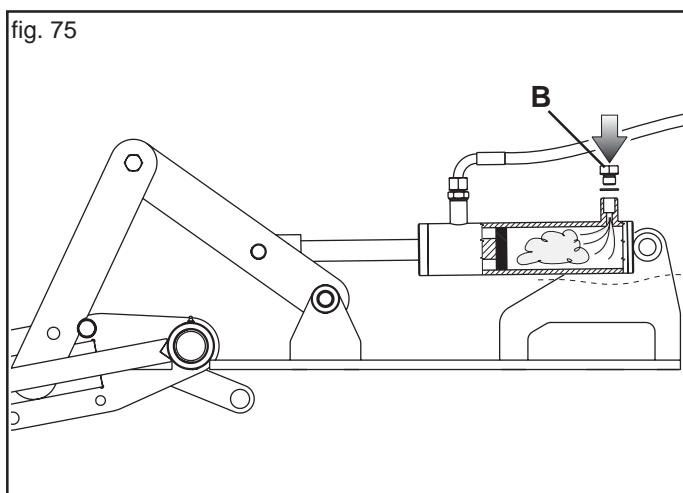

fig. 75
- Reinserrire i tappi sui cilindri (Fig. 75) e richiudere i bracci segnafile azionando l'impianto oleodinamico.